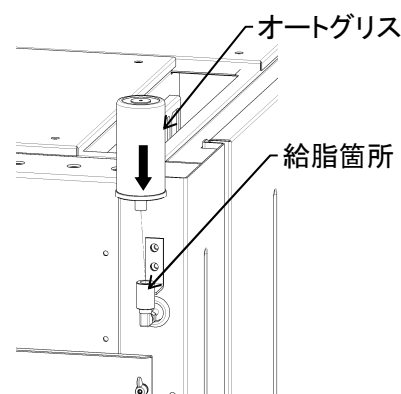

図8-4
- ③ 上部のガスジェネレーター設定数値を[6]のところ、↑印を合わせます。⇒スイッチがONになります。容器に入れてしばらく置き、オイルの吐出を確認すること。(図8-4)
- ④ 油性ペンなどで、本器の側面ラベルに使用開始日を記入すること。
- ⑤ 本機の給脂箇所に手でねじ込み取り付けます。(図8-4)
- ⑥ 約6ヶ月間使用可能ですが、6ヶ月間の使用を保証するものではありません。必ず毎週残量を確認すること。周囲温度20°C(68°F)でほぼ設定期間試用でき、それより低温の時は期間が長く、高温の時は期間が短くなりますが、温度変化にかかわらず設定スイッチを[6]以下に設定します。[6]より大きく設定しますと軸受のオイルシールの寿命が短くなる可能性がありますので設定しないこと。
- ⑦ オートグリス残量が0以下になった場合は速やかに交換すること。オートグリスに比べ主軸部の修理は非常に高額になります。